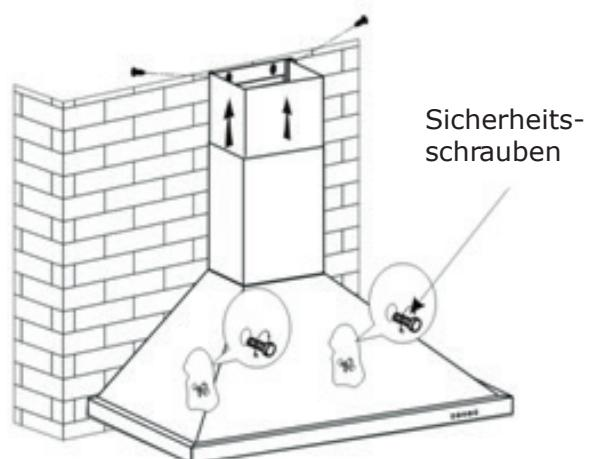

Bild 5
- 1.5 Stellen Sie die richtige Höhe der inneren Kaminverblendung ein so, dass die Klammern übereinstimmen und fixieren Sie diese. Danach können Sie die Haube mit den Sicherheitsschrauben fixieren (siehe Bild 5).